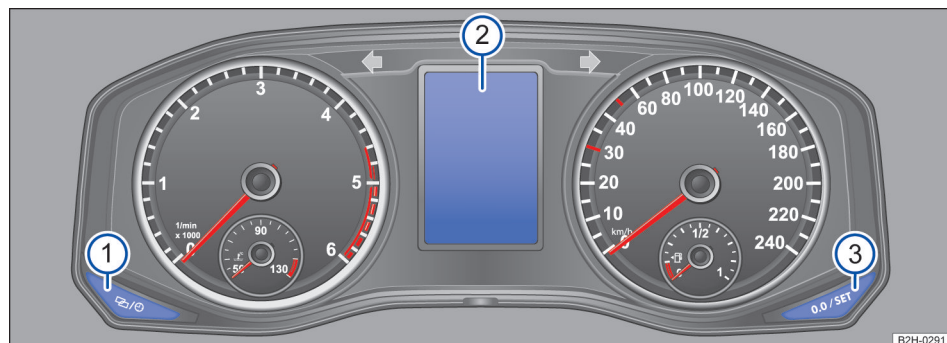

Fig. 194 Teclas del cuadro de instrumentos, en el tablero de instrumentos.
En los vehículos sin visualización en la pantalla del cuadro de instrumentos → fig. 194, hay que calibrar el sistema cuando se realicen modificaciones en los neumáticos, p. ej., si se sustituyen los sensores de la presión o el juego de neumáticos.
1. Pulse la tecla → fig. 194 ① del cuadro de instrumentos tantas veces como sean necesarias hasta que en la pantalla → fig. 194 ② aparezca RDK presión neum. calibración.
2. Mantenga presionada la tecla → fig. 194 ③ durante más de 3 segundos hasta que suene una señal acústica.